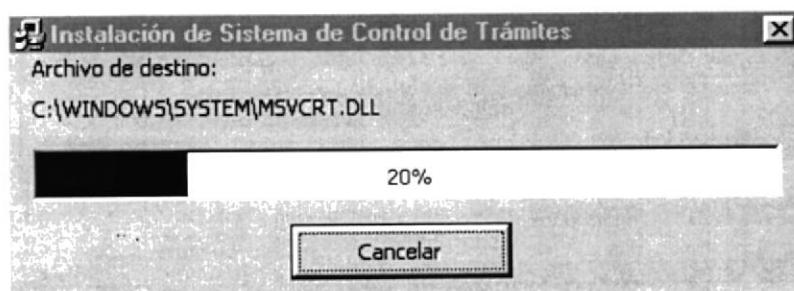

Figura 3.5 Pantalla Instalación del Sistema
9. De click en el botón **Continuar** para aceptar la ubicación preestablecida, a continuación comenzarán a copiarse los archivos del Sistema en el disco duro (ver figura 3.5)